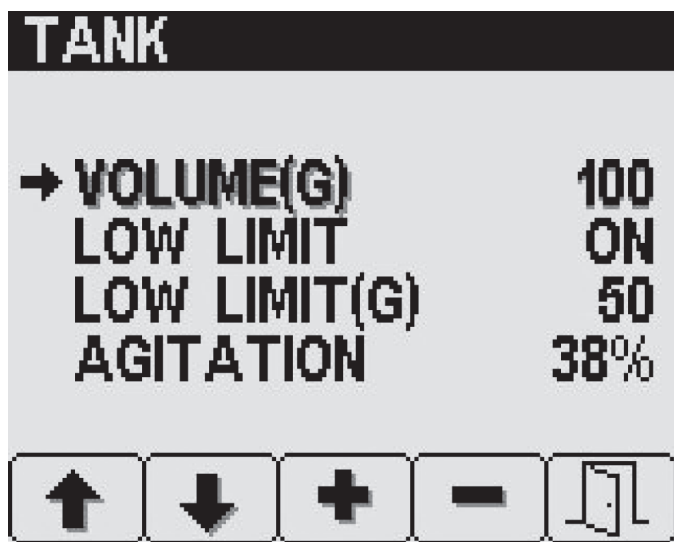

図 10
2. ボタン2を何度か押して設定したい項目を表示させる図 10。
3. ボタン3と4を使って希望する値にセットする図 10。